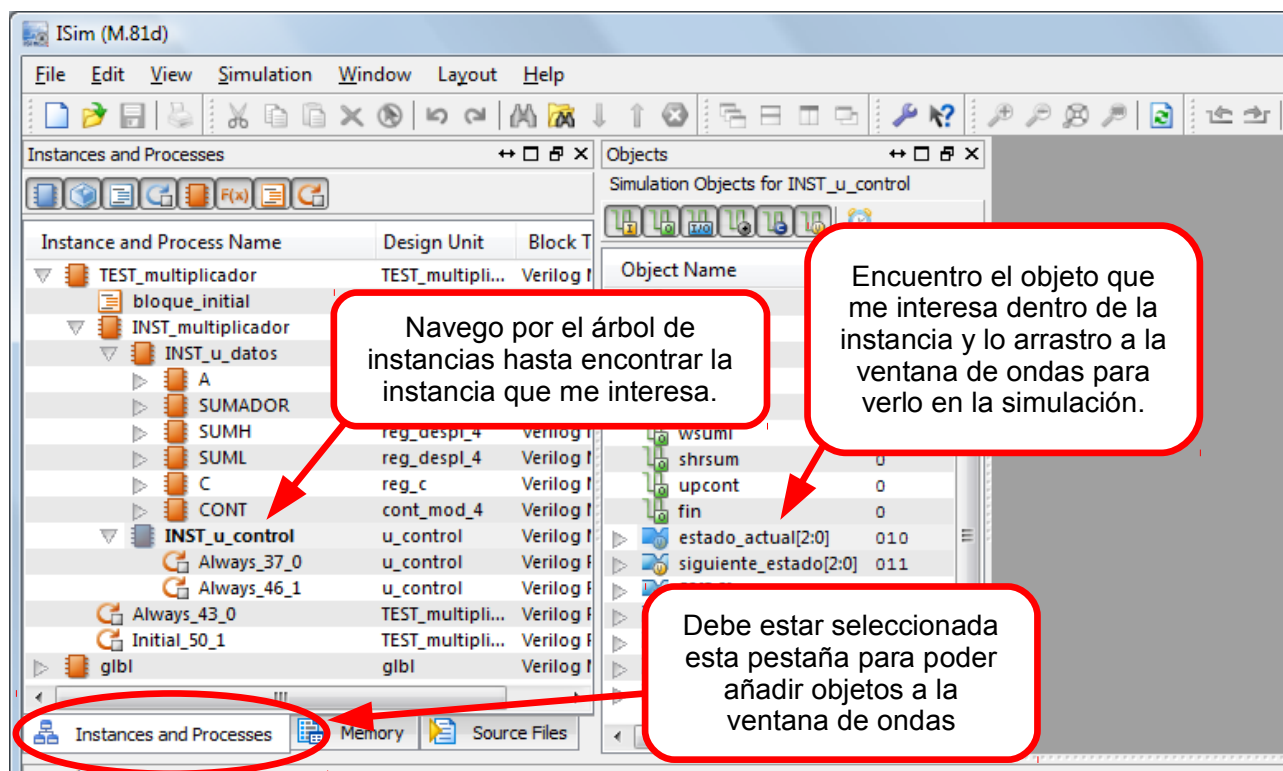

Figura 10. Cómo añadir objetos a la ventana de ondas de Isim
- 5.3.3. Si tras examinar la consola o las formas de onda considera que el multiplicador no está funcionando correctamente, debe encontrar el fallo y arreglarlo. Para ello es una buena idea hacer que la simulación nos muestre más información del funcionamiento interno de los módulos. Debería añadir a la ventana de formas de onda las señales internas de los módulos de la unidad de datos que considere más importantes (Los valores de las salidas del registro C, SUMH, SUML, o la variable *estado_actual*, por ejemplo). Fíjese en la figura 10 si no recuerda cómo se hacía. También es importante añadir el módulo *multiplicador* con todos sus elementos, para detectar cables sueltos, entradas no conectadas y fallos similares en la descripción estructural de este módulo. Obviamente esto también le debe ayudar a ver, paso a paso, si la unidad de datos y la unidad de control se están comportando exactamente como deberían. La primera multiplicación que prueba el testbench es la de los números 1110 y 1010, que es la misma que se explica paso a paso en la figura 5, así que puede ser buena idea fijarse en la figura e intentar ver que está yendo mal, sobre todo si el fallo está en la unidad de control. Esta misma multiplicación se muestra paso a paso en la última página del manual de la práctica, para que pueda comparar los resultados con los suyos.